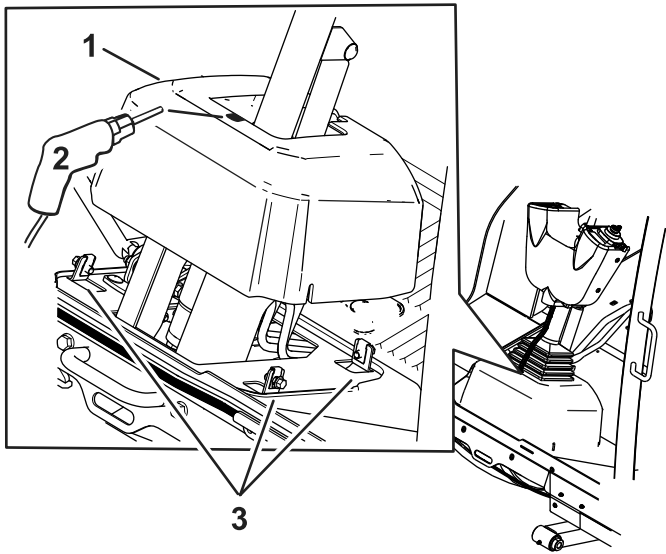

Figura 9
- 8. Slăbiți uruburile din jurul bazei coloanei de direcție (Figura 9).
9. Ridicai baza în sus și găurește un orificiu de 22 mm așa cum se arată în **Figura 9**.